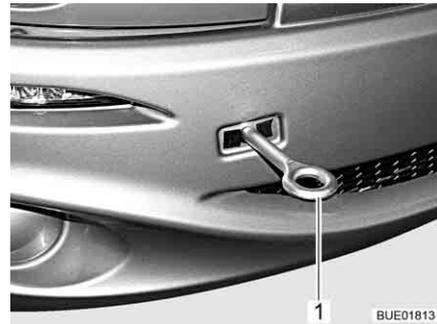

Bild 51 Abschleppöse, montiert
- Abschleppöse (Bild 51,1) gemäß den Anweisungen in der Betriebsanleitung des Basisfahrzeugs montieren.